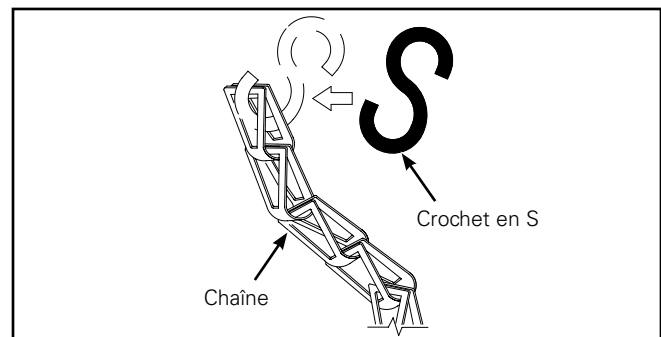

Figure 4.
3. Insérez le crochet en S dans le trou central du dernier maillon de la chaîne puis refermez-le avec des pinces (Figure 4).